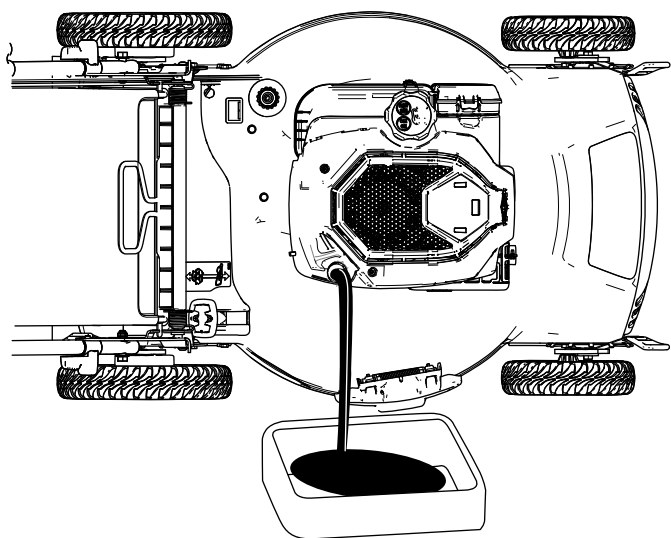
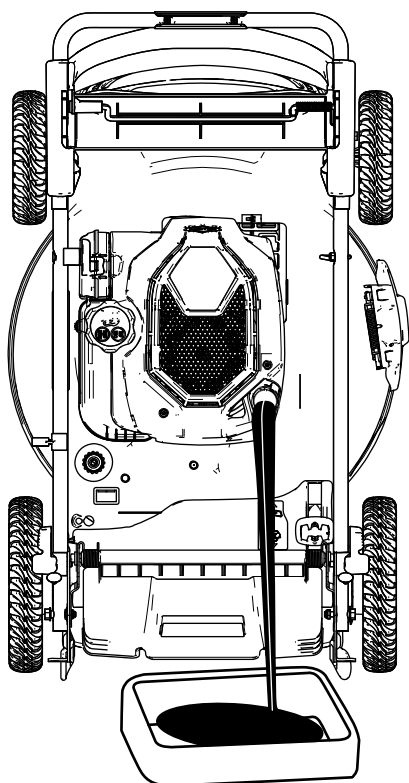

Рисунок 29
Рисунок 30
4. Поверните машину на бок (воздушный фильтр должен быть направлен вверх), чтобы слить отработанное масло из маслозаливной горловины (Рисунок 29), или установите машину в вертикальное положение, предназначенное для хранения (Рисунок 30).